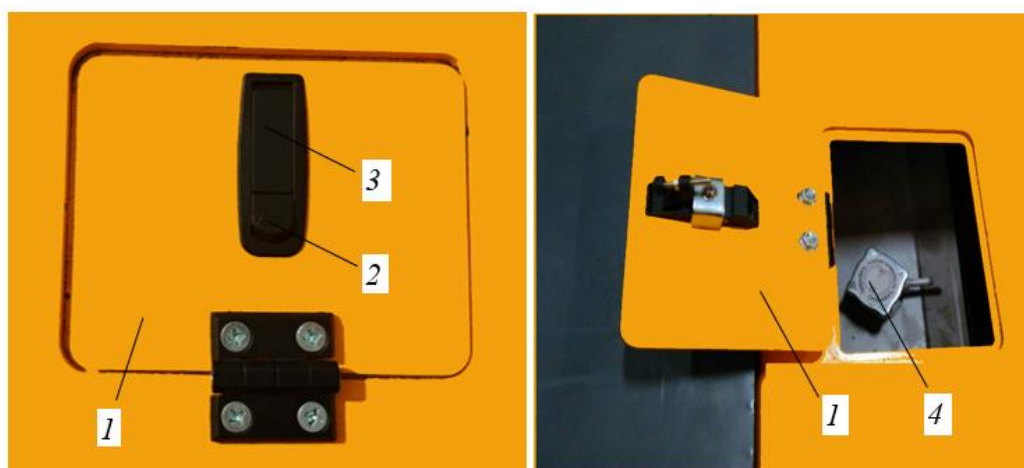

Рисунок 5.37. Лючок в лобовине рамы
- ▶ Открыть крышку лючка в лобовине рамы, см. рис. 5.37.
Для открытия лючка необходимо нажать на фиксатор замка 2, поднять вверх до упора замок крышки лючка 3, открыть крышку лючка 1, как показано на рис. 5.37 справа.
- ▶ Осторожно, приоткрыть крышку наливной горловины 4, рис. 5.37, повернув ее против направления часовой стрелки.
- ▶ Открыть крышку наливной горловины 4, рис. 5.37.
- ▶ Снять крышку наливной горловины 4, рис. 5.37.
- ▶ Закрыть крышку наливной горловины поз. 4, рис. 5.37.